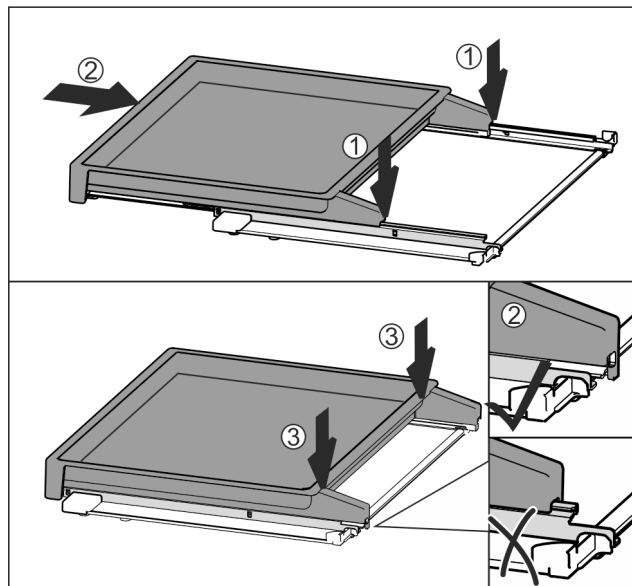

Fig. 62
- ▶ Nasadte uprostřed na kolejničky Fig. 62 (1).
- ▶ Vysouvací přihrádku zcela zasuňte Fig. 62 (2).
- ▶ Zatlačte pak na zadní straně, až slyšitelně zacvakne Fig. 62 (3).